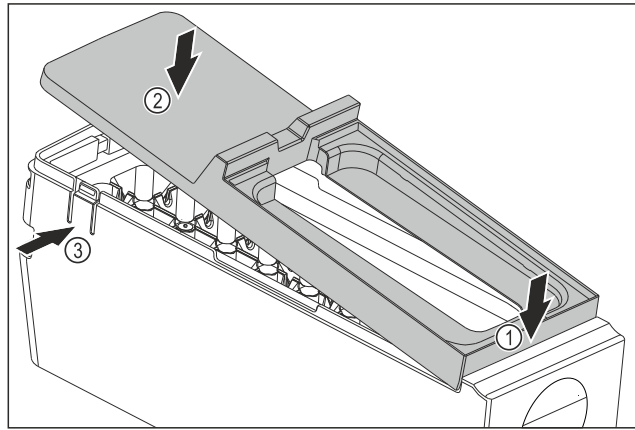

Fig. 186
- ▶ Afdekking van de EasyTwist-Ice-corpus monteren: Afdekking voor bevestigen. Fig. 186 (1)
- ▶ Afdekking achter neerlaten. Fig. 186 (2)
- ▷ Afdekking klikt hoorbaar in beide strips Fig. 186 (3) vast.